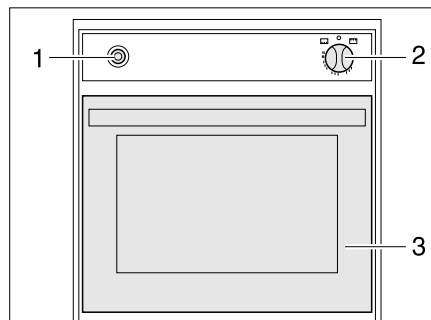

Bild 128 Gasbackofen
- Backofenklappe (Bild 128,3) ganz öffnen.
- Drehregler (Bild 128,2) leicht drücken und auf "🔥" (Backofen) oder "🔥 GRILL" (Grill) stellen.
- Drehregler (Bild 128,2) drücken und 5 bis 10 Sekunden lang gedrückt halten. Es strömt Gas zum Brenner.
- Zündschalter (Bild 128,1) so oft drücken, bis die Flamme brennt.
- Drehregler (Bild 128,2) auf "O" drehen. Die Flamme erlischt.